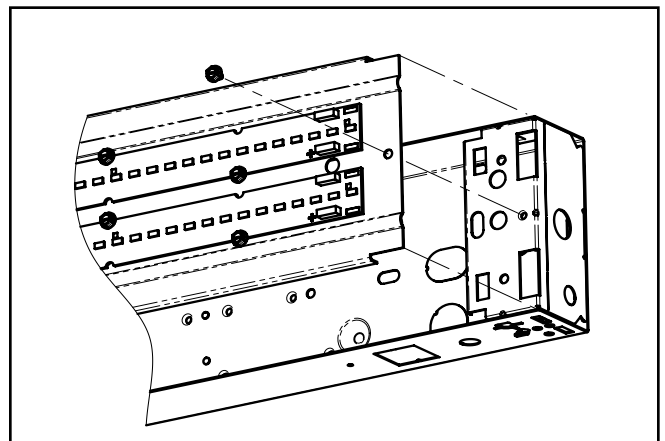

Figura 2.
4. Retire los dos tornillos de los extremos más alejados de la cubierta del canal LED expuesto y abra la unidad para acceder a las ranuras de la llave para montaje (Figura 2).